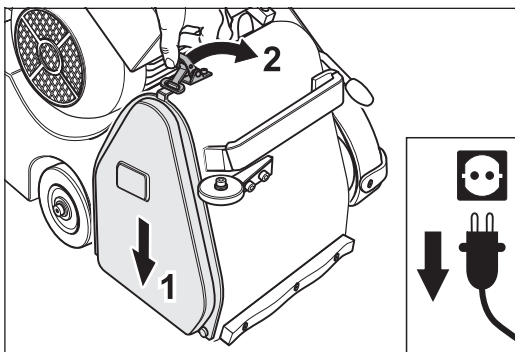

Abb. 41 Nach erfolgreicher Überprüfung und Einstellung des Schleifbandlaufs das Abdeckblech wieder anbringen.
- 11 Bringen Sie nach der erfolgreichen Überprüfung und Einstellung des Schleifbandlaufs das Abdeckblech wieder an (Abb. 41).